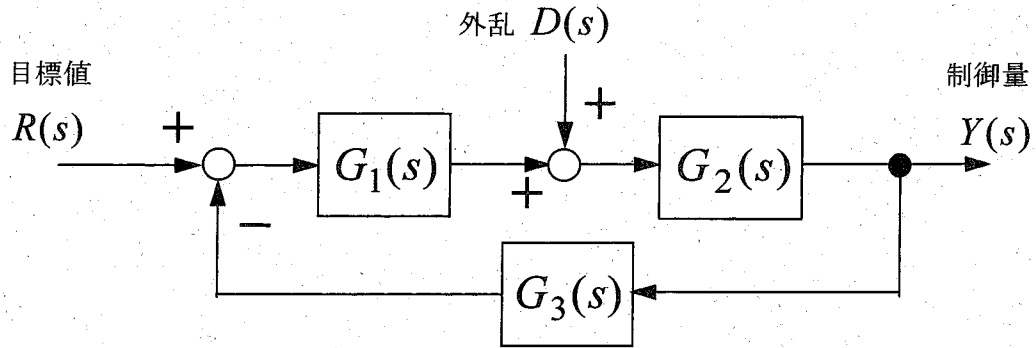

図2 フィードバック制御系
IV 図2のフィードバック制御系について考える。 $R(s)$, $Y(s)$, $D(s)$ は、それぞれ目標値 $r(t)$, 制御量 $y(t)$, 外乱 $d(t)$ のラプラス変換を表す。
まず、図2において $G_1(s) = \frac{1}{s}$, $G_2(s) = \frac{1}{s+3}$, $G_3(s) = s+a$ とおく。 $a > 0$ とする。外乱を零とする。つぎの(1), (2)の問いに答えよ。
- (1) 目標値がステップ関数であるときの制御量の時間応答が減衰振動し、最終的に一定値に収束するための a の範囲を求めよ。
- (2) $a=3$ とおく。目標値が大きさ 6 のステップ関数であるときの制御量の時間応答を求めよ。
つぎに、図2において $G_1(s) = \frac{1}{s}$, $G_2(s) = \frac{10}{s+3}$, $G_3(s) = \frac{1}{bs+1}$ とおく。 $b > 0$ とする。つぎの(3)~(5)の問いに答えよ。
- (3) 図2のフィードバック制御系が安定となる b の範囲を求めよ。
- (4) 外乱を零とする。目標値が単位ランプ関数であるとき、その定常偏差 e_s の絶対値が 0.1 以下 (すなわち $|e_s| \leq 0.1$) となる b の範囲を求めよ。ただし定常偏差 e_s は